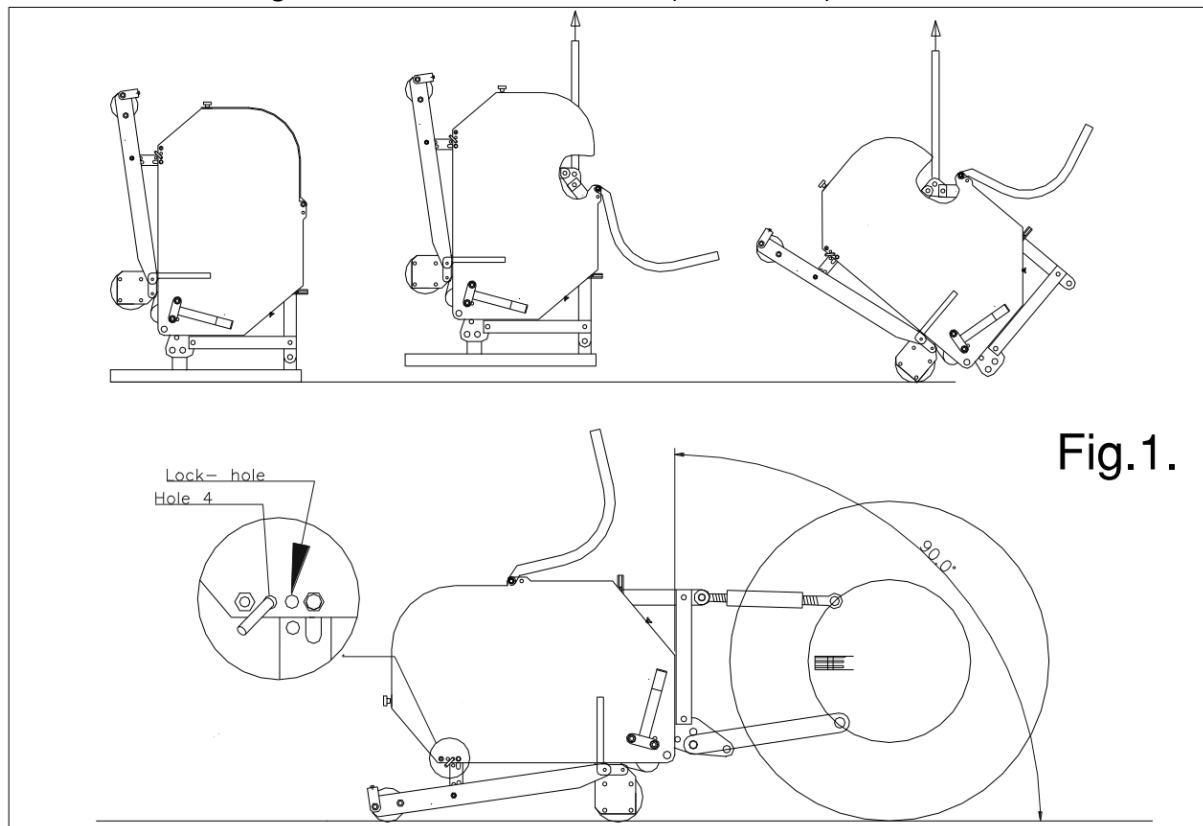

Fig.1.
Die Maschine steht senkrecht auf der Palette. Gehen Sie folgendermaßen vor, um die Palette zu entfernen und die Maschine waagrecht auf den Boden zu stellen (siehe Abb. 1):
@ Bei der Einstellung auf 90 Grad dringen die Stifte nur dann senkrecht in den Boden ein, wenn die Maschine korrekt installiert ist siehe Abb. 1. Ist sie nicht korrekt installiert, kann eine Kraft F, siehe Abb. 5, entstehen, wodurch die Maschine beschädigt wird
- @ Wenn das VERTI-DRAIN nicht korrekt hinter dem Schlepper montiert ist, siehe Abb. 1. können unterschiedliche Zapfwellenwinkel Schwingungen in der Antriebslinie der Maschine verursachen. Diese Schwingungen können die Maschine und die Löcher im Boden beschädigen.